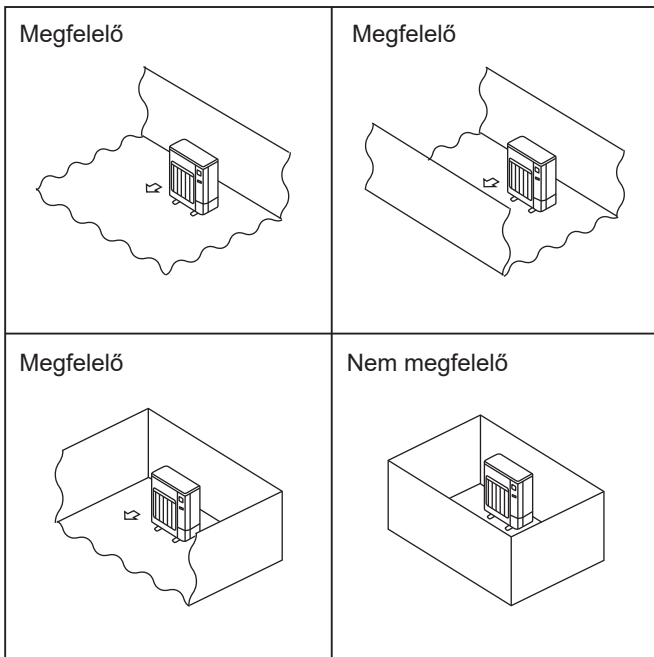

Fig. 2-1
- Ⓞ A kültéri egységeket olyan helyre kell felszerelni, ahol legalább a négy oldal egyike nyitott, és kellően nagy, bemélyedések nélküli tér áll rendelkezésre. (Fig. 2-1)